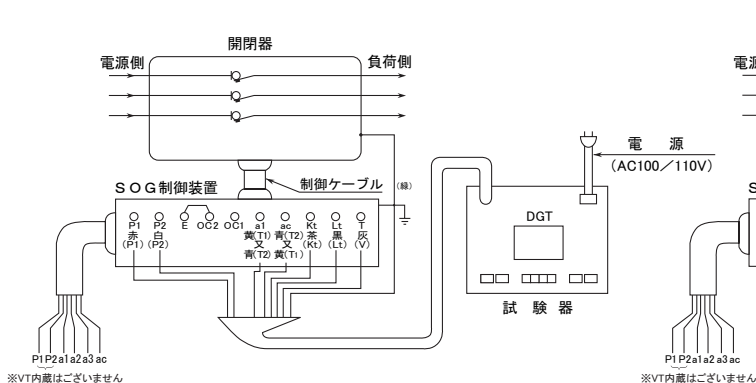

図4 戸上電機製作所製(DGT)による地絡特性チェック回路
- ①図4・5の試験回路は制御装置のみの地絡動作時間測定となります。
- ②図4・5は制御電源を制御装置パネルの試験用電源端子(P1・P2)に接続する方法です。
なお、図4・5の回路で試験する場合は、制御装置パネルの制御電源切替スイッチを「試験」側にしてください。